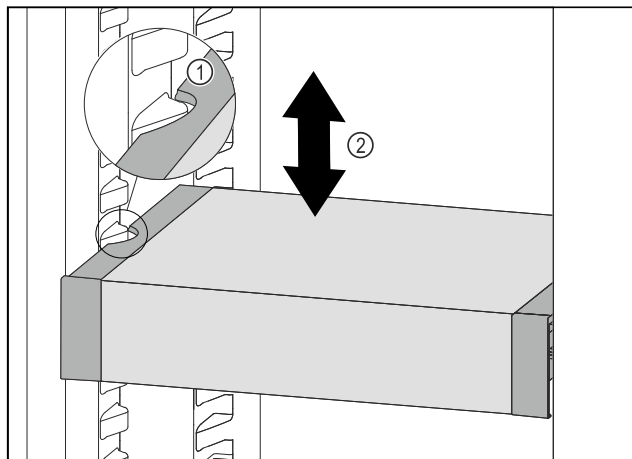

Fig. 93
- Изтеглете VarioSafe напред, докато страничните прорези на VarioSafe се намират на височината на реброто на съда в хладилната част. Fig. 93 (1)
- Преместете VarioSafe нагоре или надолу в хладилната част, докато се достигне желаната височина. Fig. 93 (2)